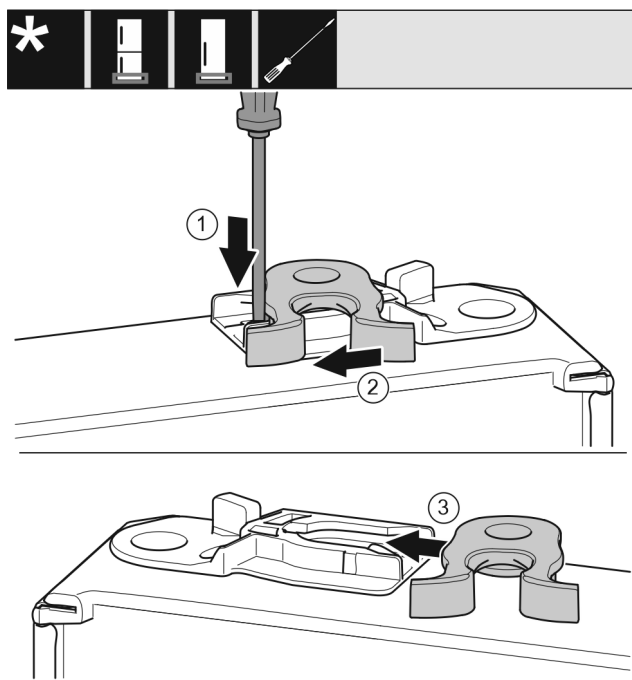

Fig. 15
- Plochým skrutkovačom zatlačte strmeň nadol. Fig. 15 (1)
- Zatvárací hák vytiahnite z vedenia. Fig. 15 (2)
- Zatvárací hák zasuňte na druhej strane do vedenia. Fig. 15 (3)